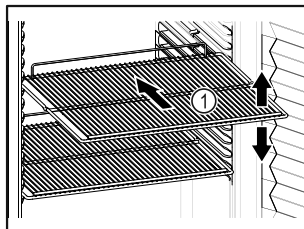

Fig. 58 Shembull ilustrues
- Nëse raftet me rrjetë Fig. 58 (1) mund të zhvendosen, atëherë përshtatini sipas lartësisë.